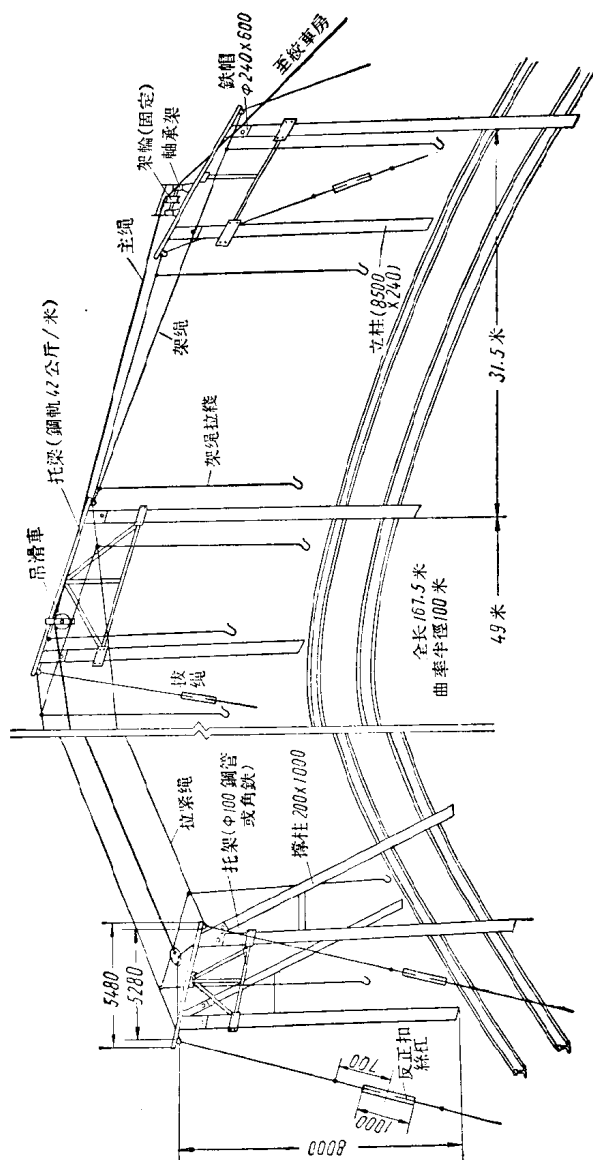

图 1-5 弯道龙门架
(1) 架杆加长 0.5 米，埋在地下 2 米，露出地面 8.5 米。龙门架结构见图 1-5。